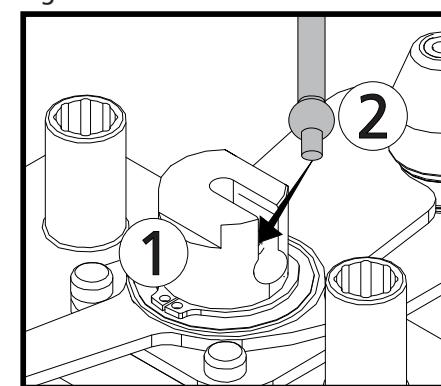

Figura 10-4
5 - Trave o cabo de aço (Q) no fixador do cabo de aço do top plate (figura 10-4).